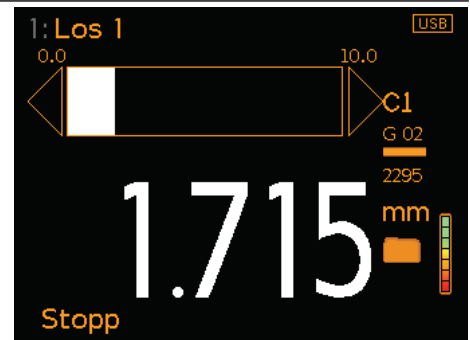

Bild 3
- 4 Drücken Sie 'Start', um den Scanvorgang zu beginnen, und führen Sie die Sonde über die beschichtete Oberfläche (Bild 3).